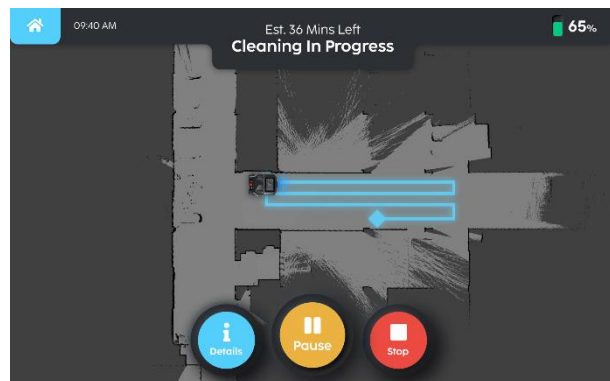

Fig. 9
8. Le robot doit commencer le nettoyage, l'opérateur peut mettre en pause ou arrêter le nettoyage à tout moment (Fig 9).